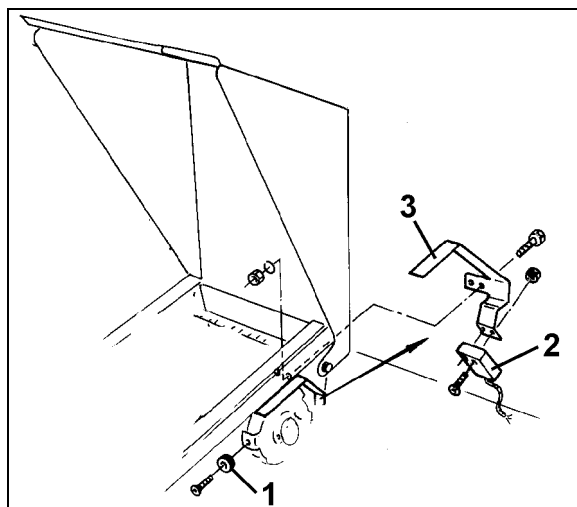

Fig. 11
Sur les **ED 1** (Fig. 11), fixez le capteur et l'aimant à l'entrée de la boîte de vitesse:
1. Vissez l'aimant (Fig. 11/1) sur la rondelle émettrice d'impulsions en utilisant une vis M4 x 10.
2. Pour fixer le capteur, desserrez le support à impulsions (Fig. 11/3) puis revissez-le après l'opération.
3. Vissez le capteur (Fig. 11/2) sur le support à impulsions (Fig. 11/3).